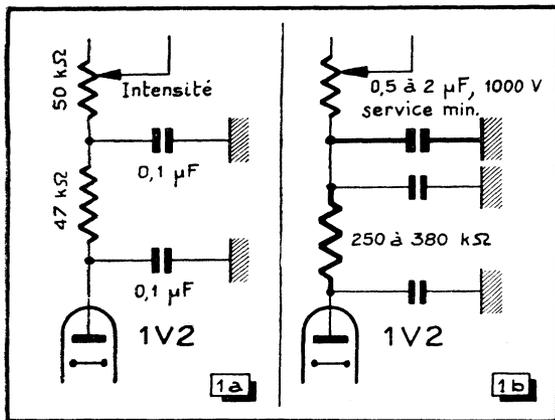

Fig. 1. — Pour l'utilisation sur un réseau à 50 Hz, il y a intérêt à renforcer le filtrage de la T.H.T. comme indiqué en b.
Vue en « gros plan » des modifications destinées à éliminer le ronflement. On retrouve le condensateur de 1  $\mu$ F-1000 V, papier, étanche, de la figure 1 et le « chimique » additionnel de la figure 2.
**Circuit T.H.T.** — La cellule de filtrage d'origine est constituée par une résistance de 47 kΩ placée entre deux condensateurs de 0,1 μF (1200 V). Remplacer cette résistance par un modèle de 250 à 380 kΩ, 1 W minimum de façon que le potentiel entre fils soit réparti sur une longueur suffisante. Le dédoublement de la trace doit être fort réduit. Si le remède n'est pas suffisant, augmenter la valeur du condensateur de sortie de filtre (fig. 1) en n'oubliant pas que l'iso-